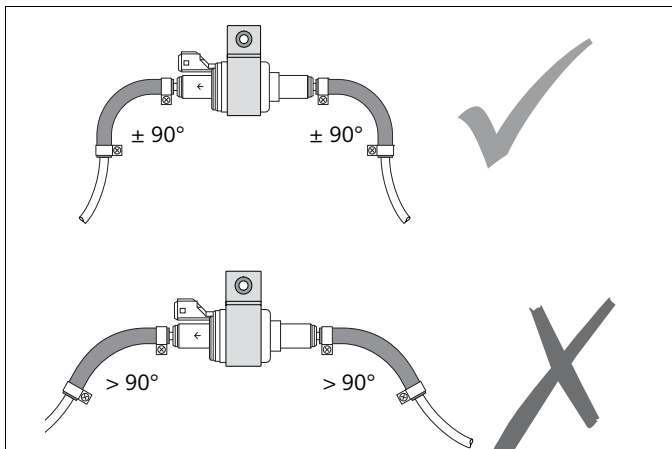

Рис. 24 Крепление топливопровода
- Прокладывайте топливопровод так, чтобы колена 90° не разгибались, см. Рис. 24.